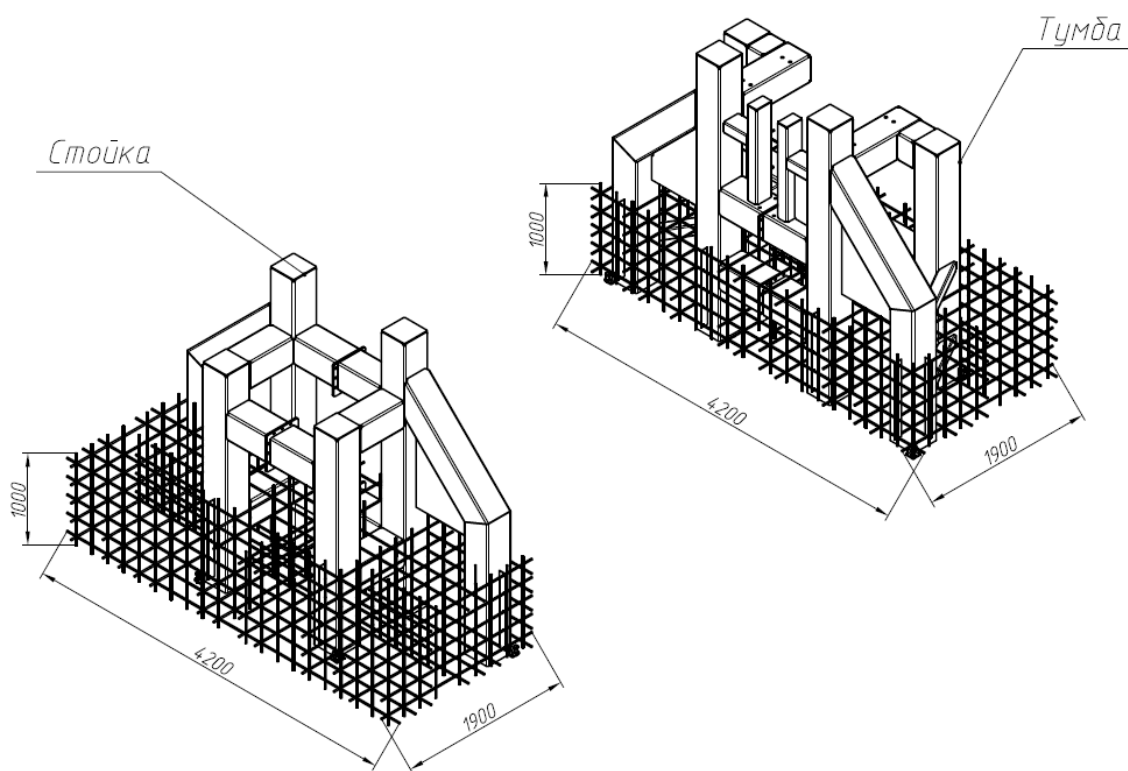
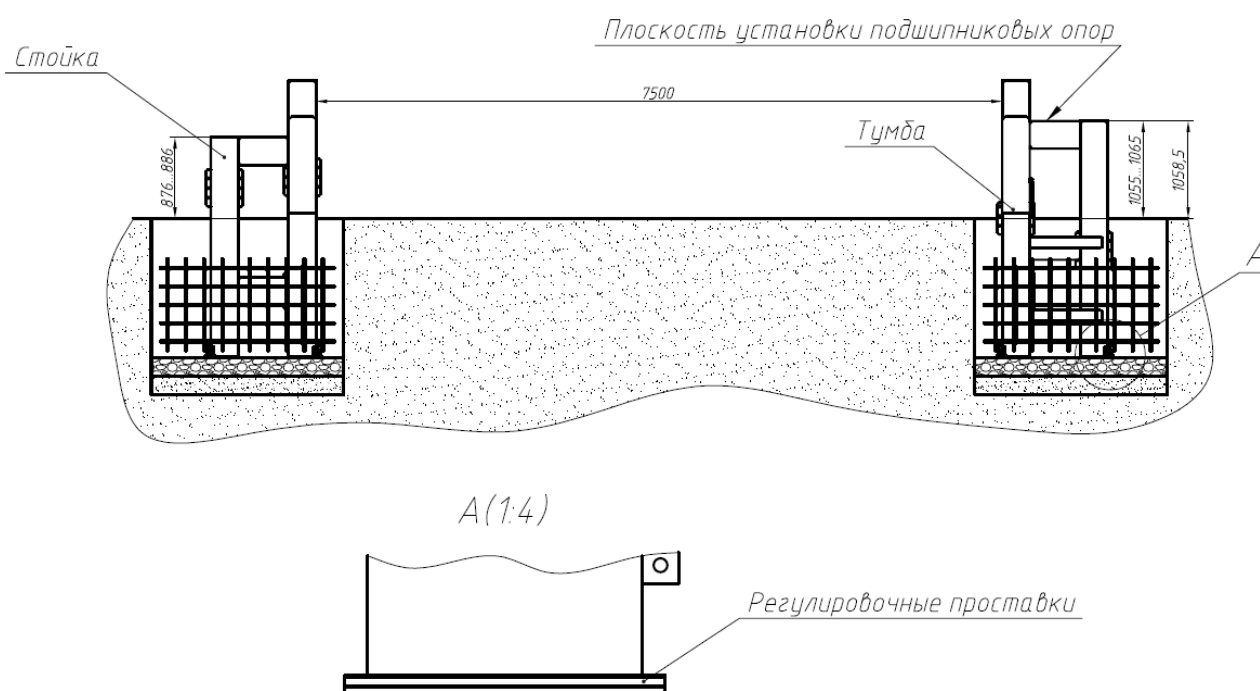

рис.3
рис.4
2.4 Выполнить армирование каркасов шлагбаума с привязкой к отверстиям для установки арматуры. (минимально необходимое количество арматуры - 770м). Шаг арматуры 200мм. Использовать арматуру периодического профиля диаметром 12-14мм. Класс арматуры не ниже А-III. Расстояние от арматурных стержней до края бетонирования должно быть в пределах 50-100мм (рис.3).
2.5 Установить тумбу и стойку в котлован. В случае необходимости регулировки положения тумбы и стойки по высоте или по горизонту под стойки подкладывать проставки минимум под три опоры в противоположных углах конструкции, чтобы выдержать параметры, указанные на рис.3. В качестве регулировочных проставок использовать металлические листы толщиной 0.5-10мм размером 350x350мм или более. (рис. 4). Плоскость установки подшипниковых опор должна быть строго горизонтальна как по оси, параллельной оси проезда, так и по перпендикулярной оси проезда. Расстояние от плоскости установки подшипниковых опор до уровня дорожного полотна должно быть не менее 1060мм. (согласно СНИП 3.03.01-87 допустимое отклонение  $\pm 5$  мм).